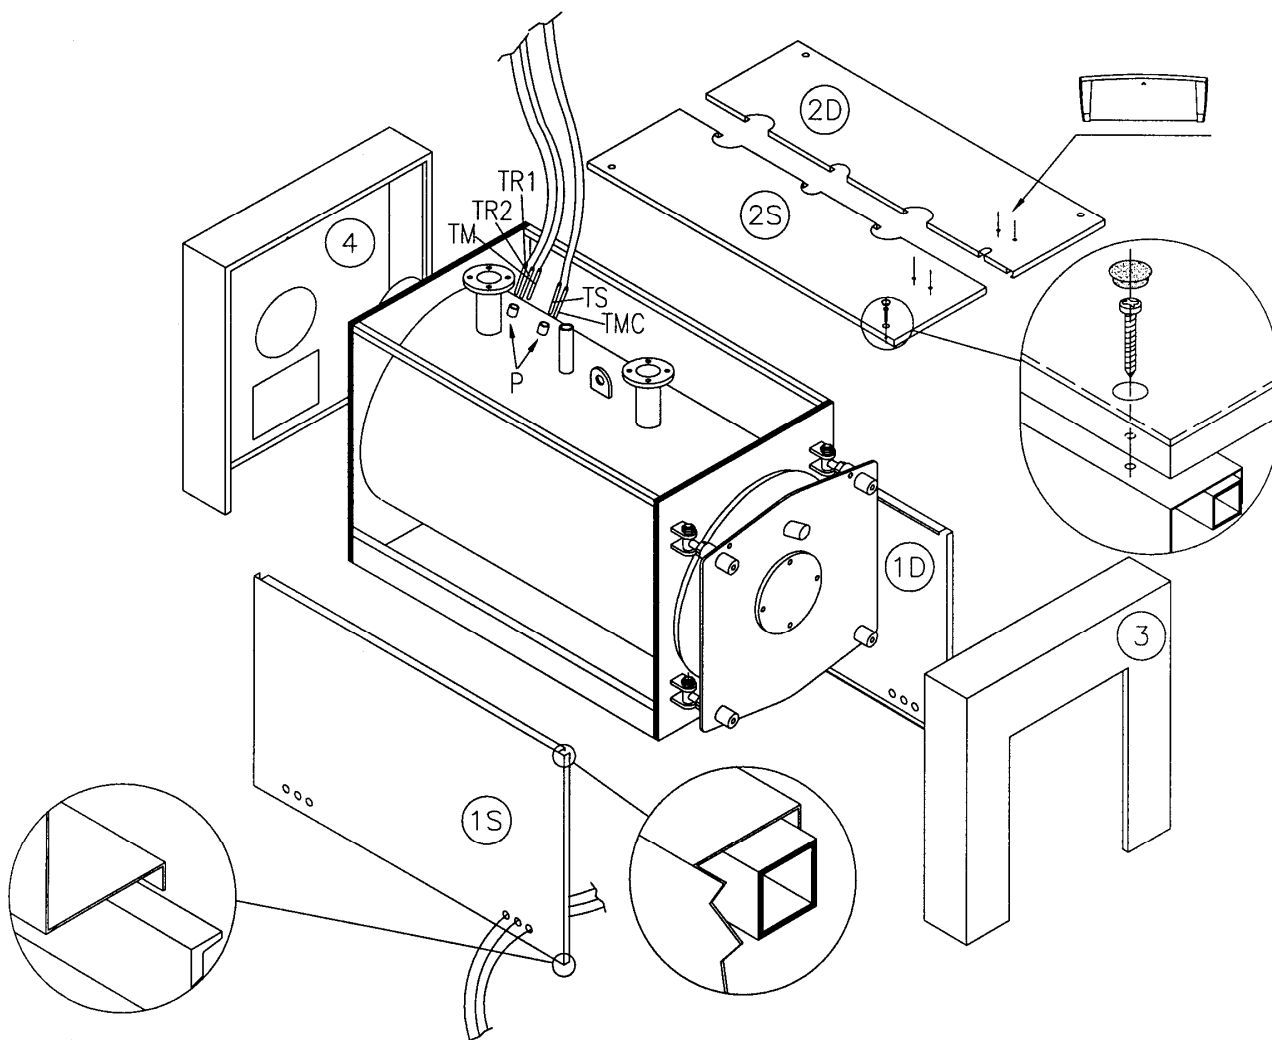

Рис. 9
4.2 ОБШИВКА КОТЛА REX 7÷40 /REX К 25÷40 (Рис. 9)